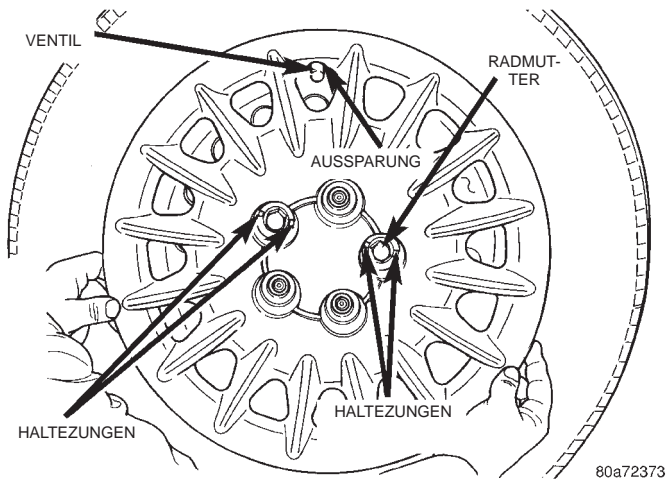

Abb. 19 Ausrichten der Radzierblende
19). Die beiden Bohrungen der Radzierblende, an denen die Haltezungen sitzen, auf die beiden Radmutter ausrichten (Abb. 19).